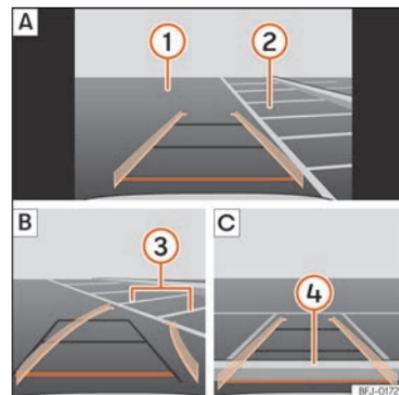

Abb. 147 Anzeige auf dem Bildschirm des Infotainment-Systems: Einparken mit dem Rückfahrassistenten.
Legende zur »» (Abb. 147):
- Bringen Sie das Fahrzeug vor die Parklücke \ggg (Abb. 147) ② | A.
- Fahren Sie rückwärts und drehen Sie das Lenkrad so, dass die gelben Linien in die Parklücke weisen. Die grünen und gelben Linien müssen mit den seitlichen Begrenzungslinien übereinstimmen ③ | B.
- Halten Sie das Fahrzeug an, wenn die rote Linie die hintere Begrenzung erreicht hat ④ | C.